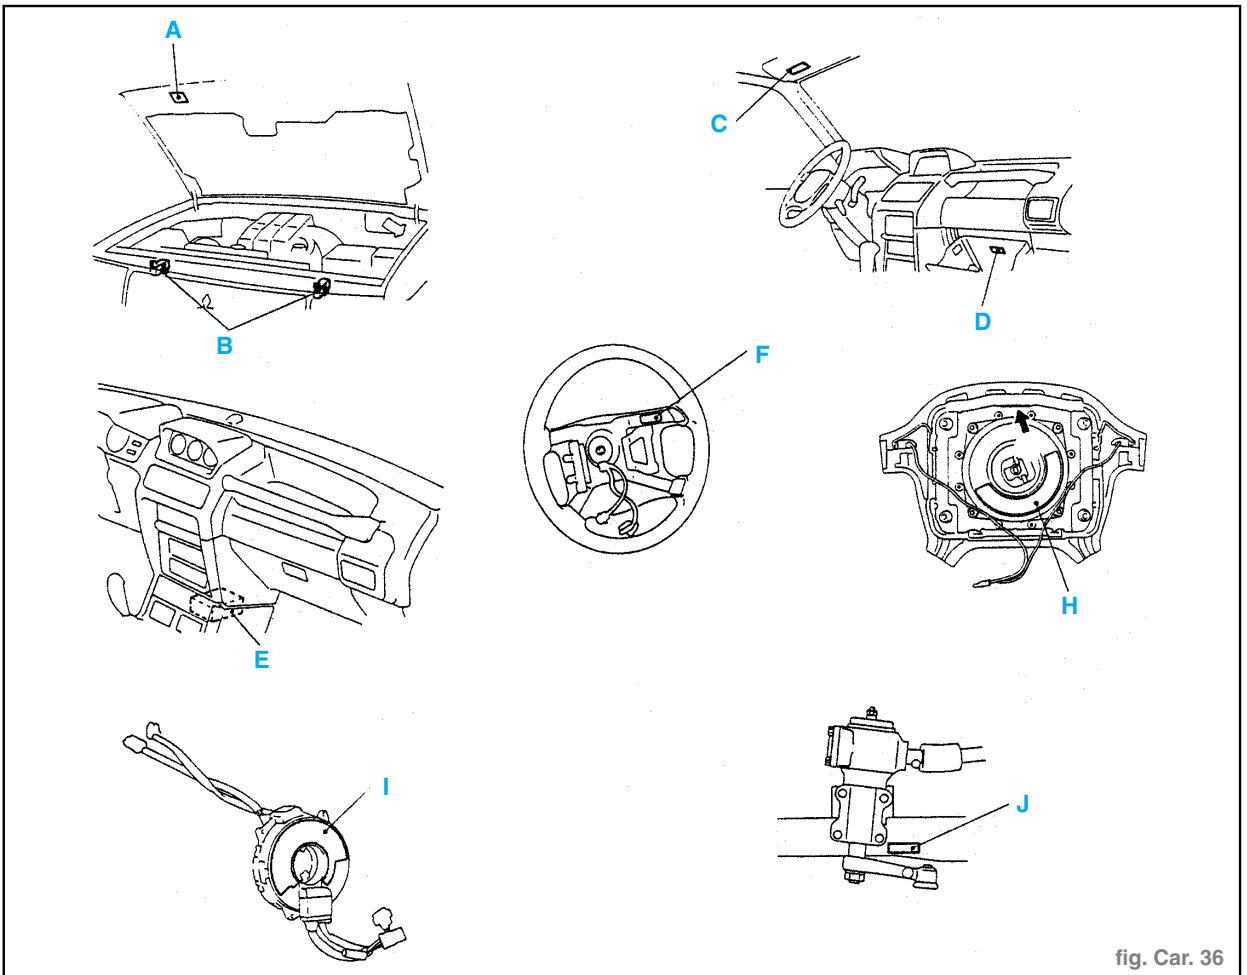

fig. Car. 36
- Un numéro des étiquettes de précaution relatives au SRS se trouvent dans le véhicule, comme indiqué dans l'illustration suivante. Suivre les instructions des étiquettes lors de l'entretien du SRS. (fig. Car. 36)